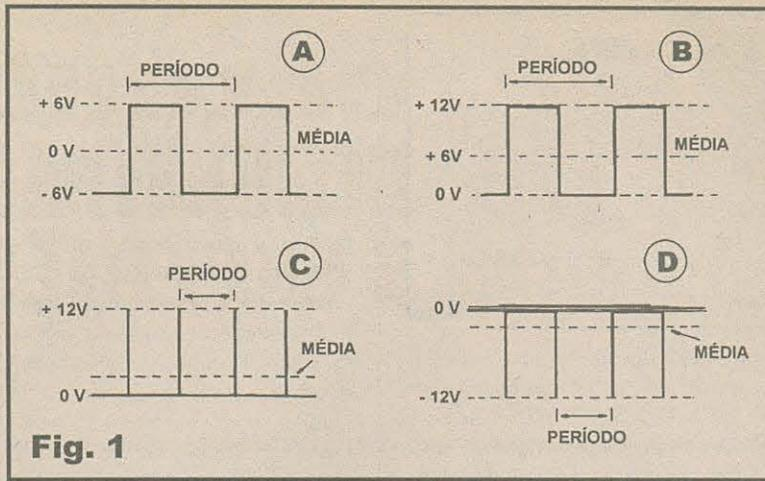

Fig. 1
- FIG. 1 - AS FORMAS DE ONDA RETANGULARES OU UM PULSOS... - Alguns desenhos típicos de formas de onda na saída de blocos osciladores como os já estudados, incluindo diversas notações que costumamos usar nos gráficos, para representar (além do desenho da onda, propriamente...) certos parâmetros importantes...